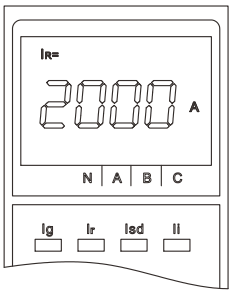
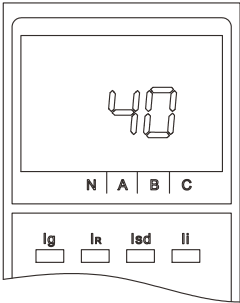

图38 Ir设定值
图47 操作次数
③ 查询状态：在缺省界面下，按“菜单”键一次进入整定值查询状态，再按“→”键依次查询四段保护及其他参数整定值，详见图38～图47，具体调整数据范围见说明书序4.5